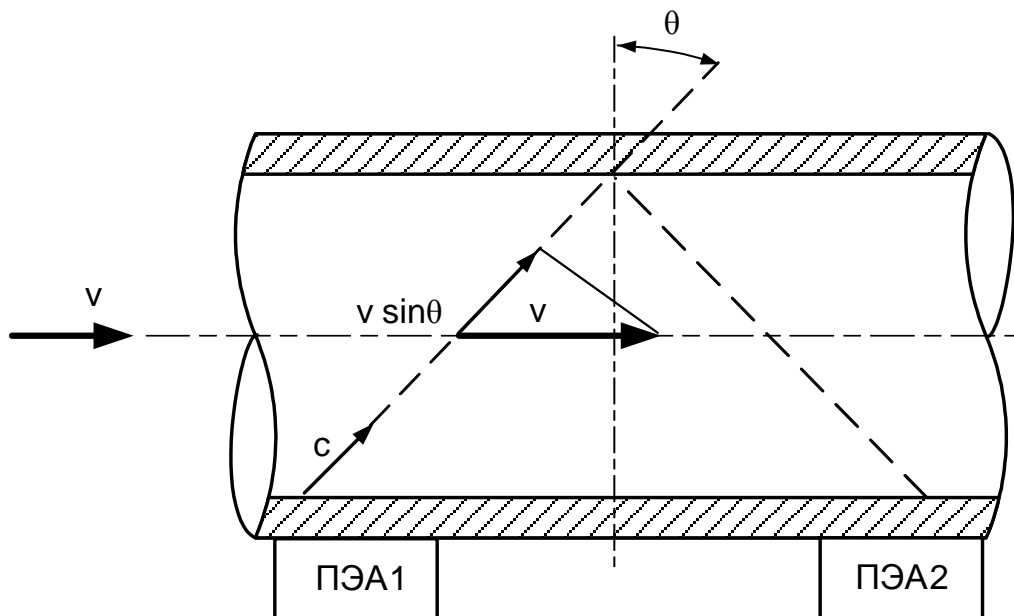

Рис. 1 - Схема прохождения УЗС
1.5.1.2 Электрические зондирующие импульсы, генерируемые ВП, попеременно поступают на ПЭА1 и ПЭА2 (рис.1).